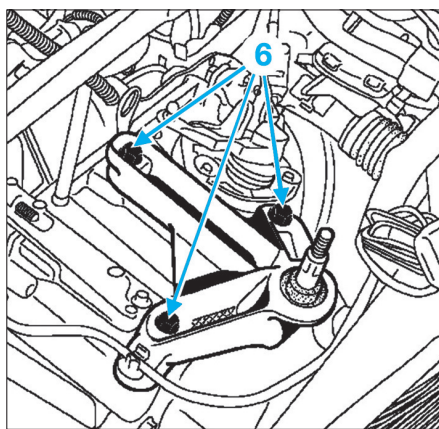

Fig. 11
- les vis (6) puis le support de boîte de vitesses sur la boîte (Fig.11),